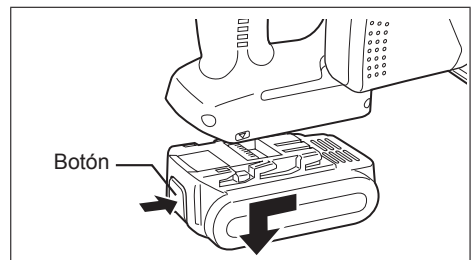

Fig. 3
2. Para extraer la batería (Consulte la Fig. 3.)